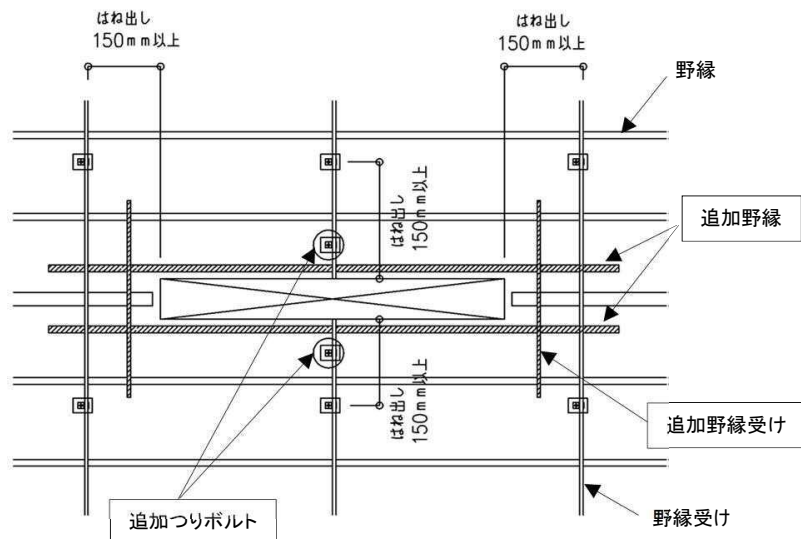

図 2-8 開口部の補強
- ・野縁受けのはね出しは150mm以内とし、それ以上の場合にはつりボルトを追加する。（図2-8参照）